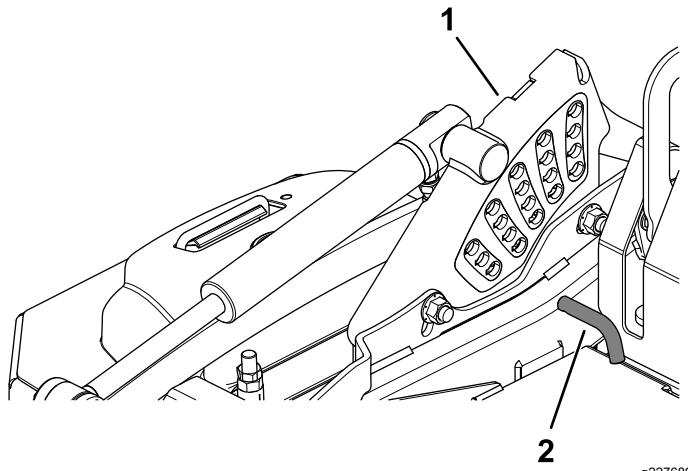

Bild 25
2. Drehen Sie den Schnitthöhenstift so lange, bis der Anschlagstift mit den Schlitten in den Löchern in der Schnitthöhenhalterung ausgefluchtet ist. Nehmen Sie ihn dann ab (Bild 25).
3. Führen Sie den Schnitthöhenstift in das Loch ein, das der gewünschten Schnitthöhe entspricht (Bild 25). Die Schnitthöhen finden Sie auf dem Aufkleber an der Seite der Mähwerkhubplatte (Bild 25).